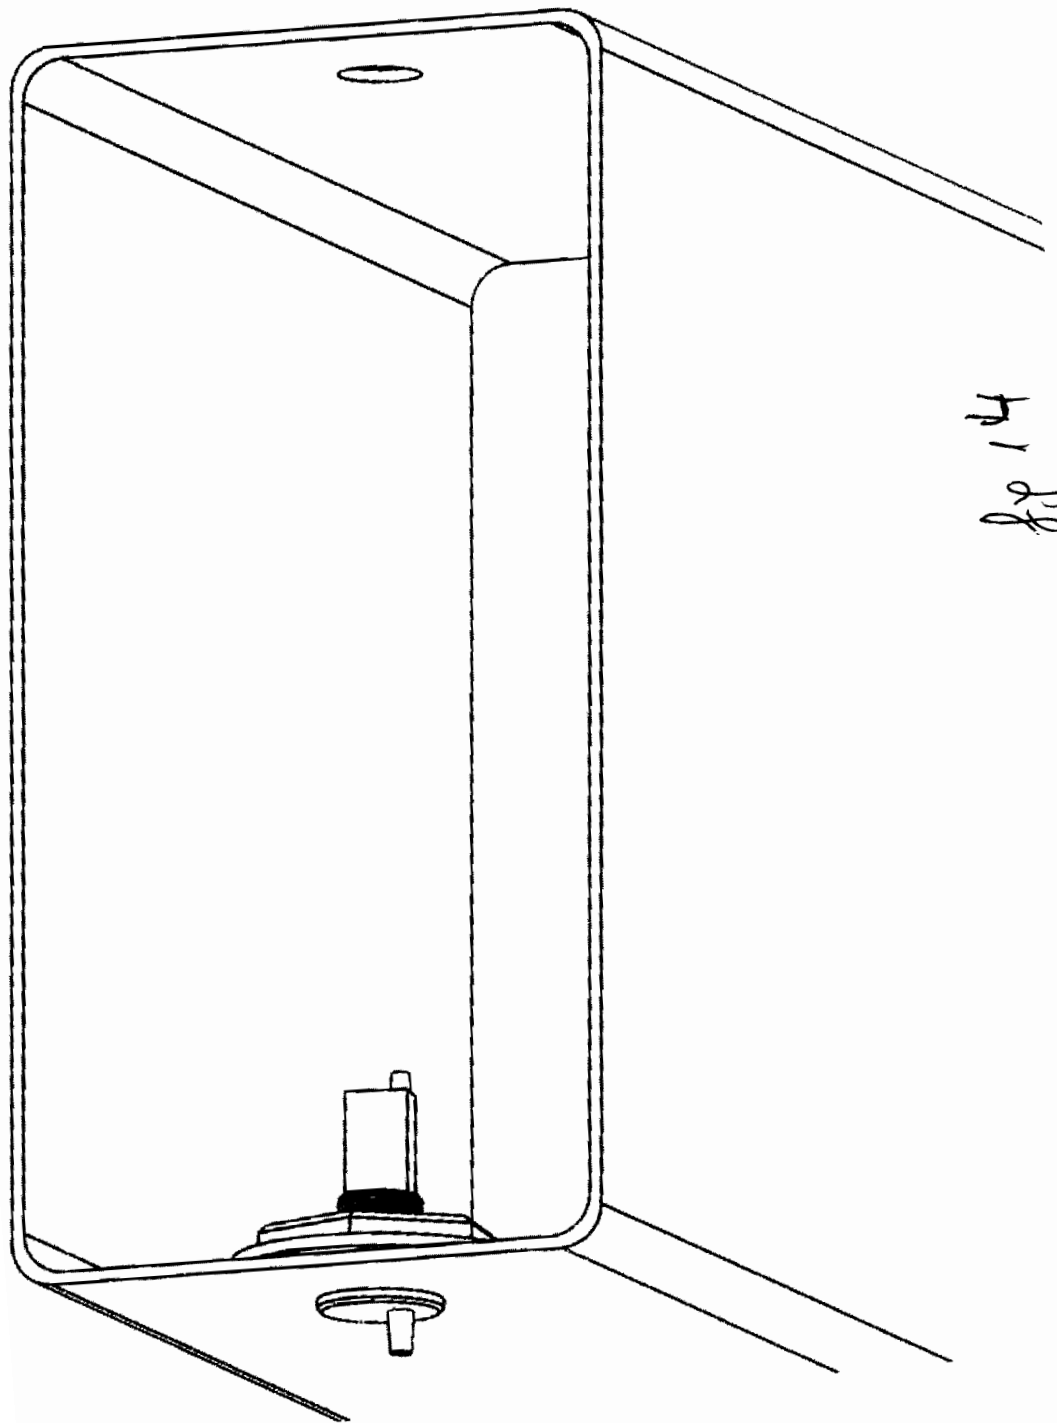

Fig 14
- fig 14 – imagine cu elementul de prindere (13) montat pe vasul de wc standard